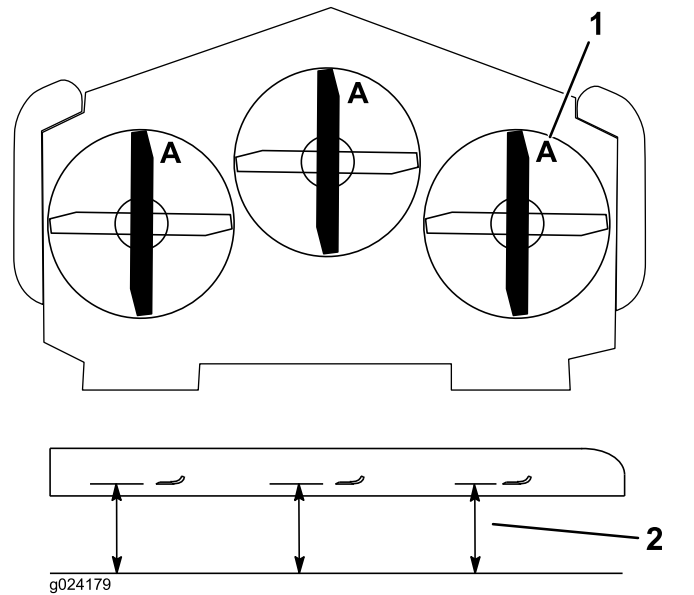

Figura 90
- Girate le lame fino a disporle in parallelo con la lunghezza della macchina (Figura 90).
- Misurate da un piano orizzontale fino al tagliante delle lame, posizione A, (Figura 90). Prendete nota di questa misura.